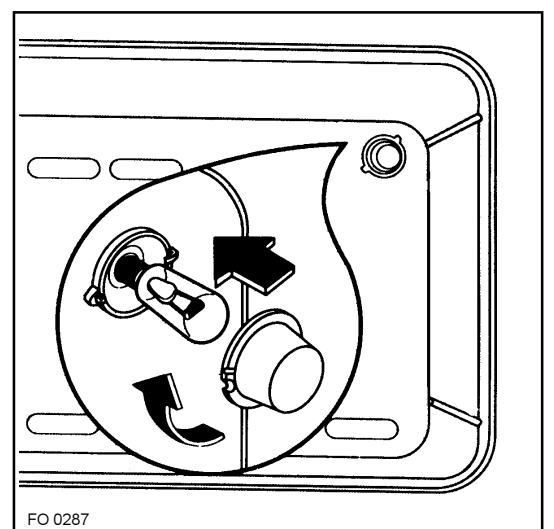

Fig. 17 FO 0287
- Dévisser la calotte (Fig. 17).